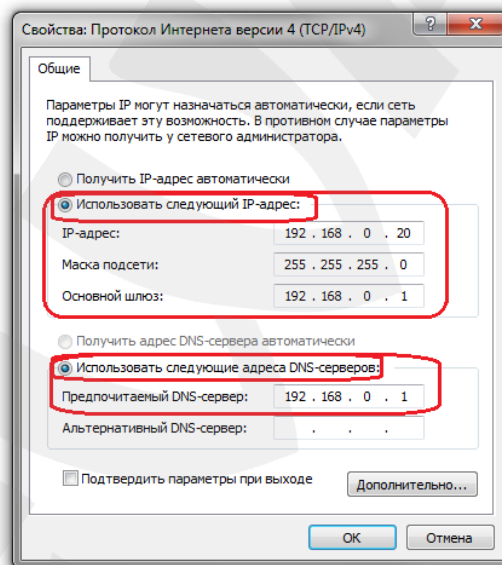

Рис. 5.7
2. Использовать следующий IP-адрес: IP-адрес задается пользователем вручную (Рис. 5.7):